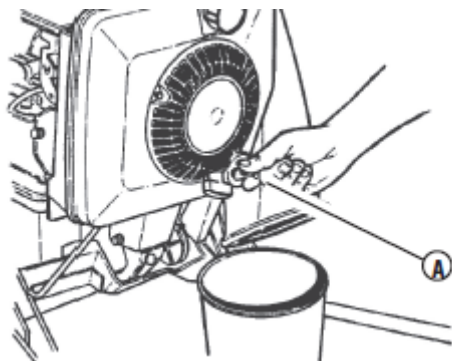

図5-1
① エンジンオイルの交換
3. エンジンオイルが完全に抜けたら、芝刈機を基に戻します。こぼれたオイルをきれいに拭き取ります。(図5-1)